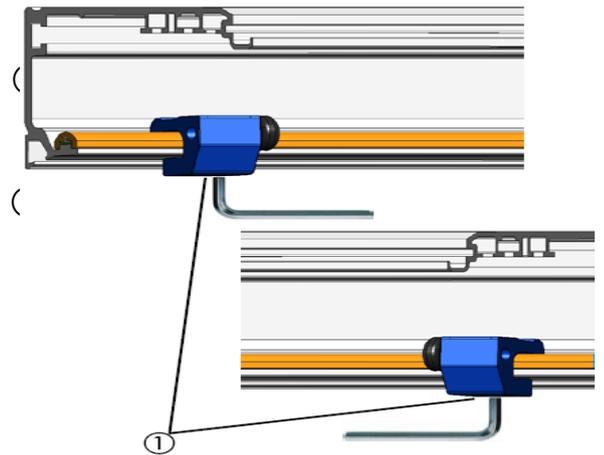

Рис. 17
- зажимные винты механических ограничителей (рис. 17 поз.1) и переместите их к концам опорного профиля.